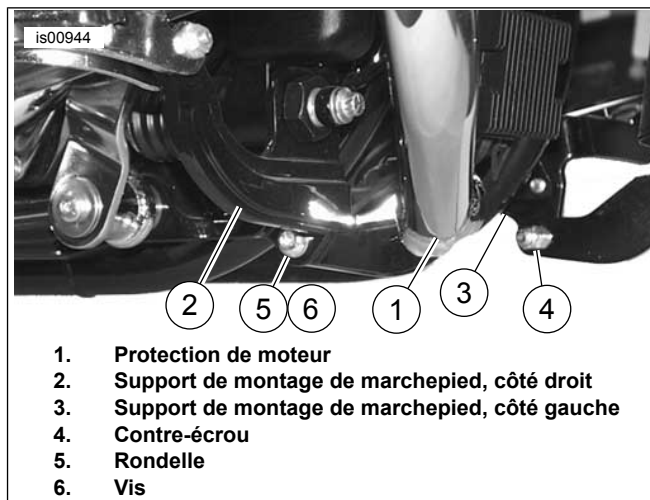

Figure 3. Montage inférieur de protection de moteur (vue du côté droit)
3. Installer une rondelle plate (3) sur les filets de vis et insérer la vis (4) dans les trous à partir de l'avant. Installer la deuxième rondelle plate sur les filets de vis et visser l'écrou hexagonal (2) sur la vis. Serrer à la main.
4. Voir Figure 3. Sur le côté droit de la moto, attacher la protection de moteur (1) avec une vis (6), des rondelles (5) et un contre-écrou (4). Serrer à la main.